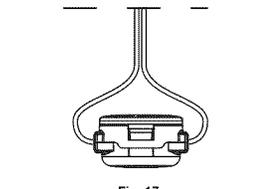

Fig. 17
L'accessoire de coupe Bump Head^{MC} vous permet de donner du fil sans arrêter le moteur. Pour avoir plus de fil, tapez doucement l'accessoire de coupe sur le sol (Fig. 17) tout en faisant marcher la désherbeuse à haut régime.
- Prévoyez 3,2 m (10,5 pieds) de ligne de coupe. Poussez un bout de la ligne dans un des œillets jusqu'à ce qu'elle ressorte par l'œillet de l'autre côté. Continuez à pousser ou tirer sur la ligne jusqu'à ce que vous obteniez deux bouts d'environ 1,5 m (5 pieds) de chaque côté de la tête de coupe. (Fig. 17)